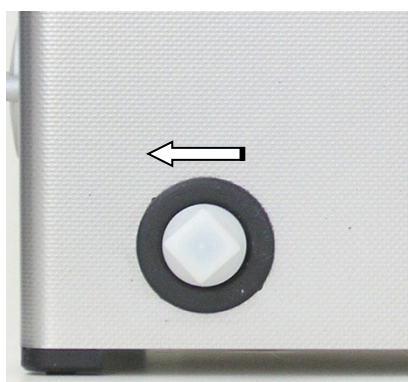

Fig. 5.1.1 Scarico con tappo di chiusura
1. Smontare il tappo a vite di plastica installato in fabbrica prima della consegna ruotandolo in senso antiorario (*vedi fig. 5.1.1*).